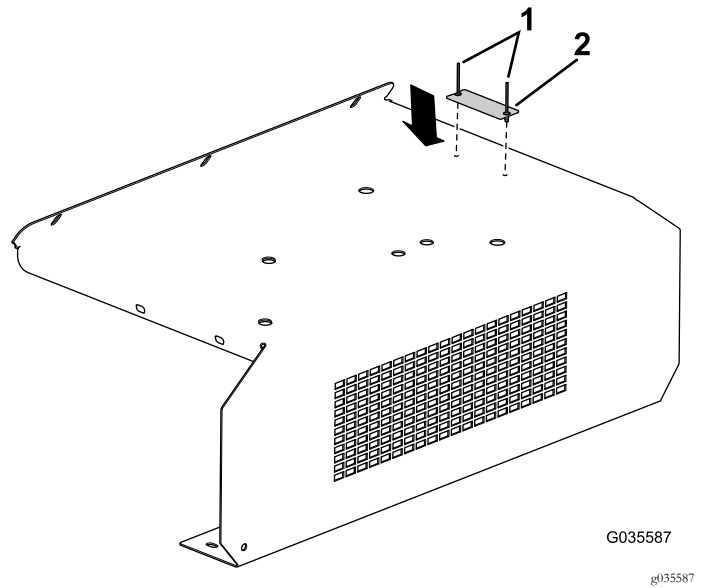

Figure 7
2. Retirez les boulons et écrous qui la protection de rinçage à la machine (Figure 7).
5. Fixez la plaque du numéro de série que vous avez déposée sur la nouvelle protection de rinçage à l'aide de 2 rivets (Figure 7).